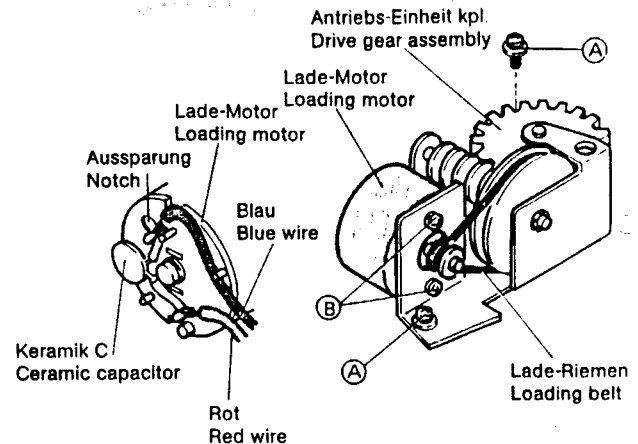

Fig. 4.8 Lade-Motor ausbauen
1. Antriebseinheit nach Entfernen der zwei Schrauben (A) abnehmen (Fig. 4.8).
2. Anschlußdrähte des Motors ablöten, Riemen abnehmen und zwei Schrauben (B) entfernen.
1. Remove the two screws (A) and take out the drive unit (Fig. 4.8).
2. Unsolder the connection leads of the motor, take off the drive belt and remove the two screws (B).